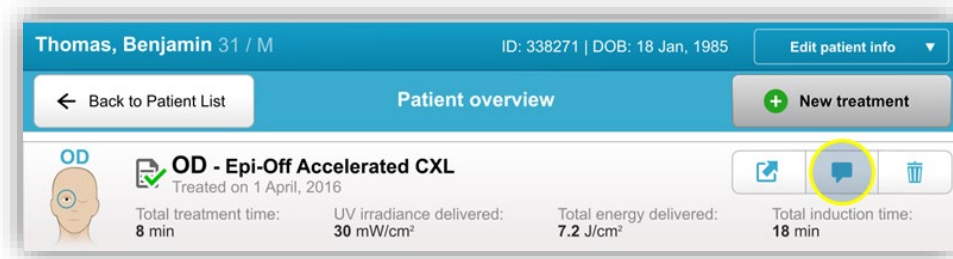

Figura 3-38. Icona dei commenti
- Premere l'icona dei commenti mostrata nella Figura 3-38 per inserire i commenti sul trattamento del paziente.